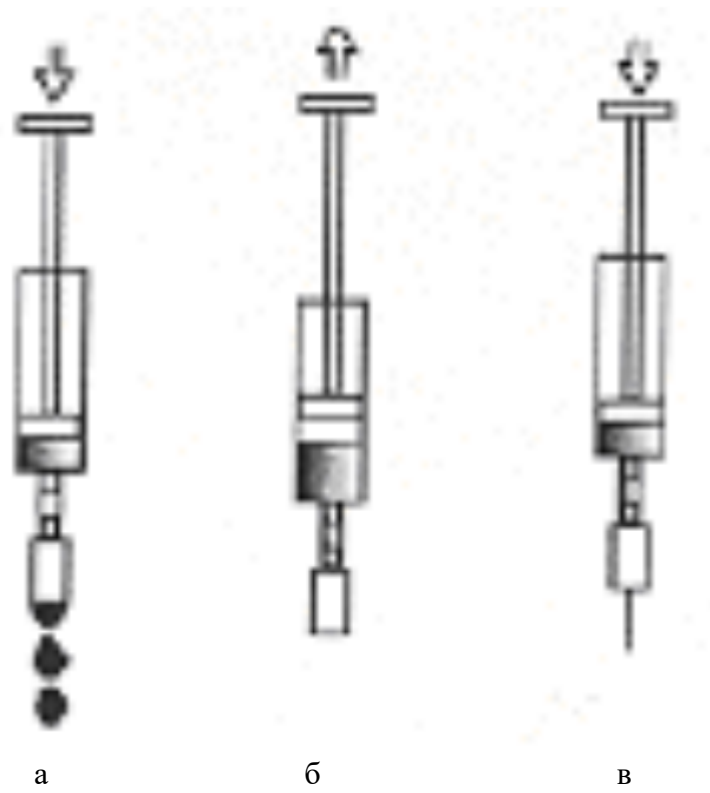

Рис.3.2.3 Ручная промывка сопла с помощью шприца
Процесс ручной промывки соплового элемента выполняется следующим образом (см. рис. 3.2.3):
5. Вставить сопло в трубочку шприца, как показано на рис.3.2.3.
6. Опустить шприц соплом вниз и направить его в промывочный контейнер. Надавить на поршень шприца так, чтобы из сопла выдавились 3-5 капель (рис.3.2.3 а).
7. Потянуть поршень назад, чтобы пузырьки воздуха прочистили сопловой канал, при этом виден поток пузырьков воздуха в жидкости шприца (рис.3.2.3 б).
- Повторять действия по промывке до тех пор, пока не будет устойчивого выхода струи из сопла (рис.3.2.3 в).
8. Вытянуть назад поршень шприца, как только будет устойчиво выходить (в течение 3-5 сек.) струя из сопла. В этом случае будут устойчиво проходить пузырьки воздуха через сопло во внутрь шприца (рис.3.2.3 б).